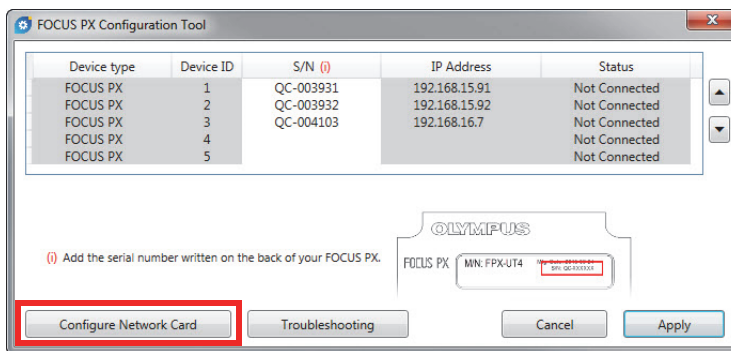

Рис. 5-2 Начало конфигурирования сетевой карты
3. Щелкните **Configure Network Card** [Конфиг. сетевую карту] (см. Рис. 5-2 на стр. 27).